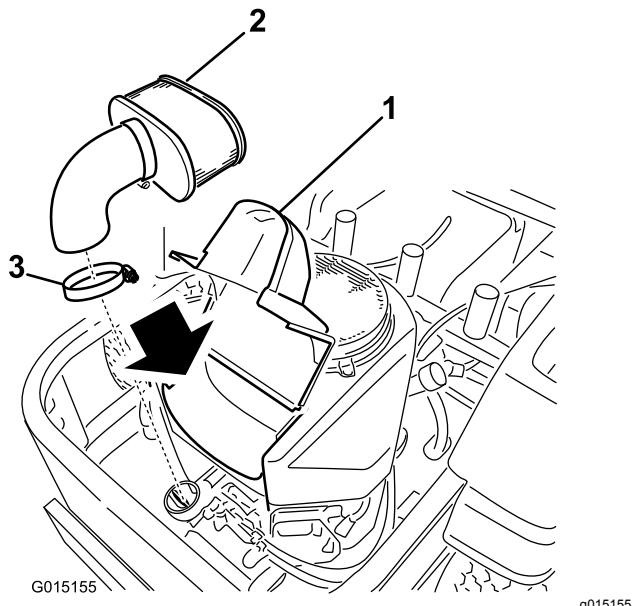

Figura 43
3. Pulite intorno al coperchio del filtro dell'aria per evitare che la morchia possa penetrare nel motore provocando gravi danni. Sollevate il coperchio e rimuovete la fascetta stringitubo che assicura il gruppo filtro dell'aria al motore (Figura 43).
4. Allentate la fascetta stringitubo e rimuovete l'elemento di carta (Figura 43).